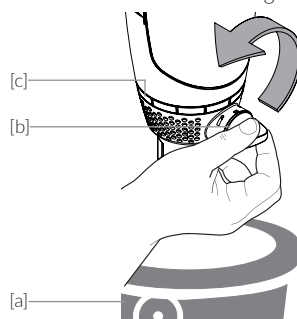

Fig. 8.2
- / Tourner la poignée de rinçage [b] de 90° dans le sens de la flèche (Fig. 8.2) pour revenir à la position initiale
- / conformément au chapitre 8 « Rétrolavage », Fig. 8.2, poignée de rétrolavage de 90° dans le sens de la flèche